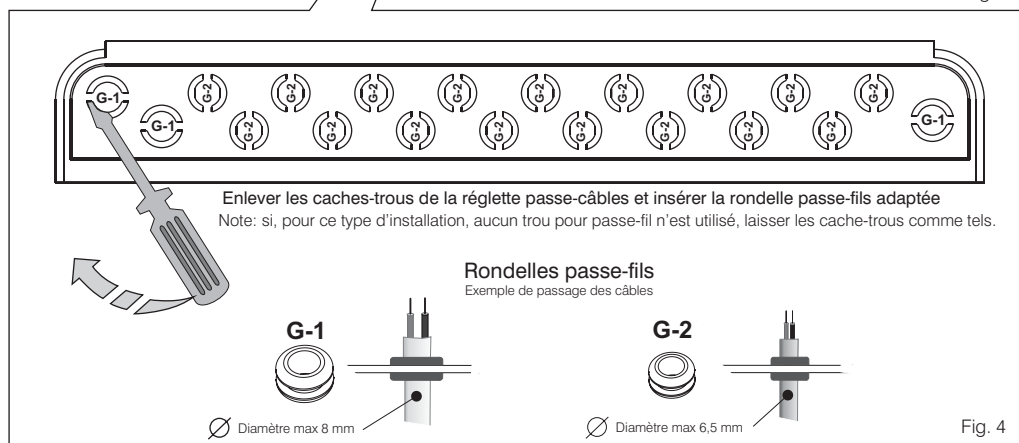

Fig. 4
- Extraire la réglette passe-câbles **B** et enlever les caches-trous en plastique nécessaires, à l'aide d'un outil adapté (fig. 4).